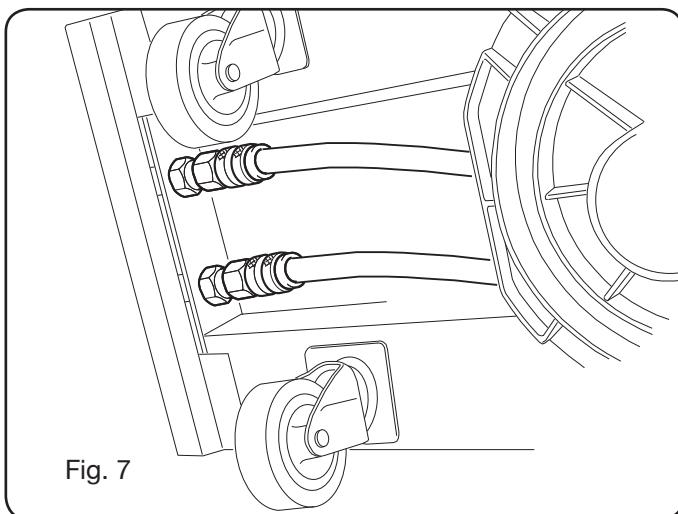

Fig. 7
- Slangarna för kylvätskan måste anslutas till snabbkopplingarna under trådmatarenas botten (se Fig. 7) genom att följa färgerna som finns på trådmatarens främre del.